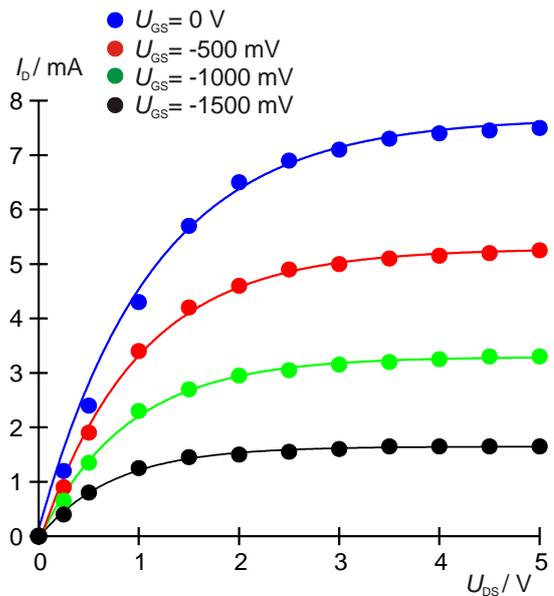

Fig. 5: Linhas características de transistor de efeito de campo para diferentes tensões gate.
- Representar graficamente os valores de medição para as diferentes tensões gate em diagrama $I_D - U_{DS}$ (Fig. 5)